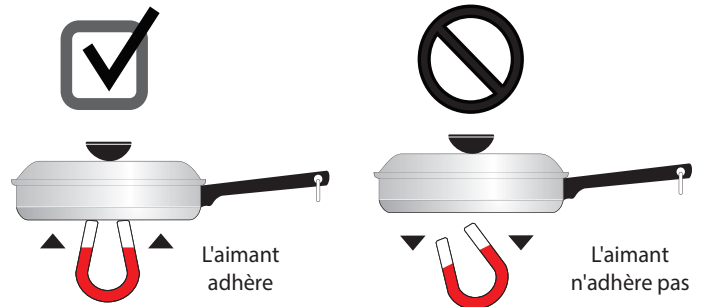

Figure 4 : Test de l'aimant
Le type d'ustensile de cuisson utilisé et sa dimension influencent le réglage de la température nécessaire à l'obtention de résultats de cuisson optimaux. Assurez-vous de suivre les recommandations relatives à l'utilisation des ustensiles appropriés, tel qu'illustré sur la Figure 2 et la Figure 4.
- **Acier inoxydable** – Conducteur de chaleur lent qui donne des résultats de cuisson variables. Il est durable, facile à nettoyer et il résiste aux taches. Certains types d'acier inoxydable ne fonctionneront pas sur une table de cuisson à induction. Utilisez le test de l'aimant (Figure 4) pour vérifier le magnétisme de votre ustensile de cuisson en acier inoxydable.
- **Émail vitrifié sur métal** – Les caractéristiques de chauffage varient selon le matériau de base. Un ustensile fait d'un métal compatible recouvert d'émail vitrifié fonctionnera sur une table de cuisson à induction. Utilisez le test de l'aimant (Figure 4) pour vérifier le magnétisme de votre ustensile de cuisson en émail vitrifié.
Pour vérifier qu'un ustensile de cuisson fonctionnera sur votre table de cuisson à induction, essayez d'y faire coller un aimant (voir Figure 4).